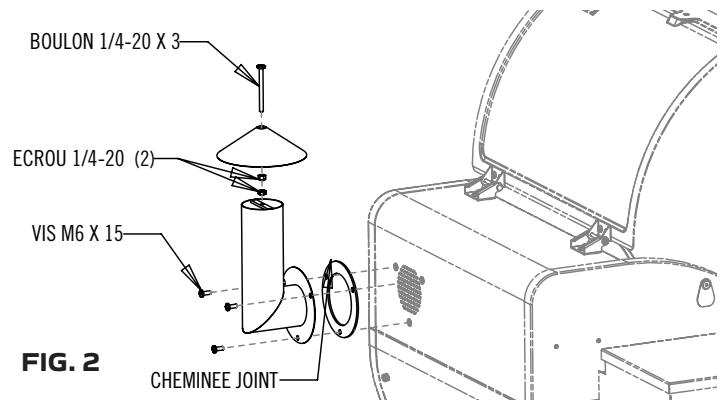

FIG. 2
3. Placer le boulon 1/4-20 x 3 à travers le chapeau de la cheminée et l'attacher au moyen d'un (1) écrou 1/4-20. Visser un deuxième écrou sur le boulon en laissant environ 3,8 cm à partir de l'extrémité supérieure du chapeau. Visser l'ensemble du chapeau vers le bas dans le support de la cheminée jusqu'à ce que l'écrou du bas touche le support. Voir la figure 2.